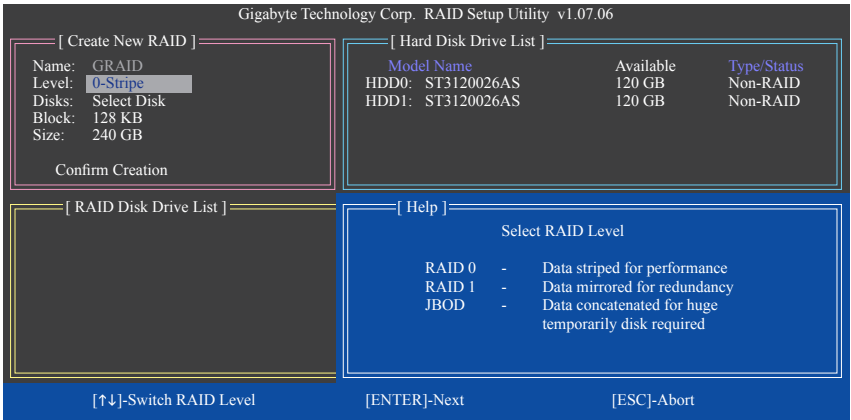

図 5
**Create New RAID** ブロックに、アレイを作成するために設定する必要がある項目がすべて表示されます (図 5)。
2. **Select RAID Mode:** **Level** 項目の下で、上または下矢印キーを使用して RAID 0 (ストライプ)、RAID 1 (ミラー)、JBOD (図 5) を選択します。<Enter> を押して、次のステップに進みます。